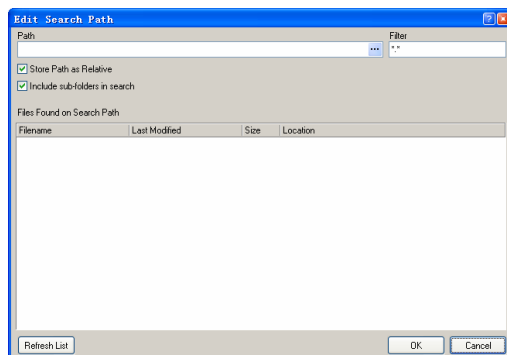

图 5.31 “Edit Search Path”对话框
(8) 单击“Search Path”选项卡中的“Add”按钮，打开如图 5.31 所示的“Edit Search Path”对话框。